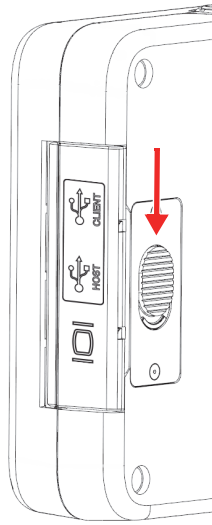

Figure 3-3 Bouton poussoir du couvercle du port de données
1. Appuyez sur le bouton poussoir du couvercle du port de données et faites-le glisser vers le bas de l'appareil pour le déverrouiller (voir la Figure 3-3 à la page 44).